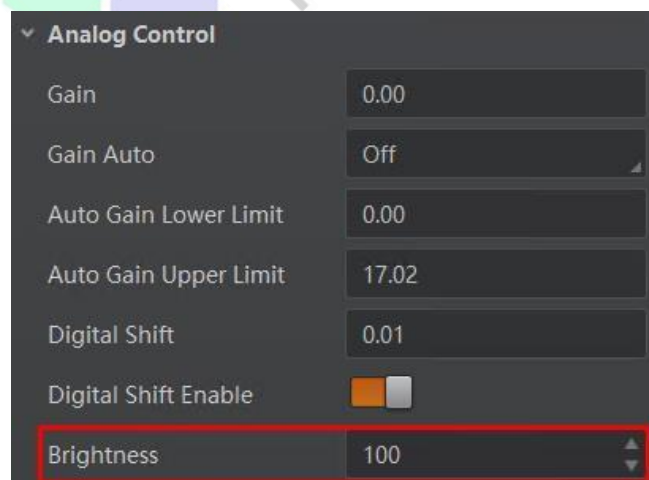

图7-32 亮度设置
2. 在 *Analog Control* 属性下，设置参数 *Brightness* 的值，如图 7-32 所示。亮度参数范围为 0 ~ 255。